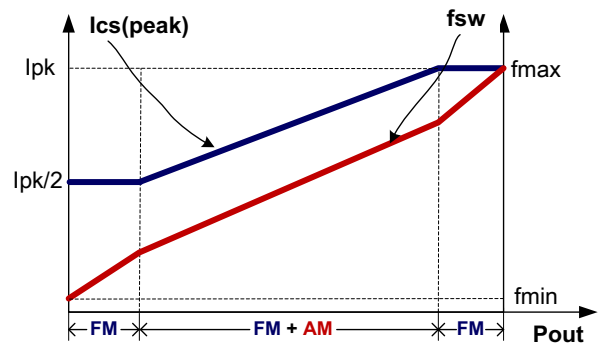

图4 工作模式与I_{PK}控制曲线
如图4所示，为了满足严苛的平均效率和待机功耗要求，M6552/3/4 采用了调幅控制 (AM) 和调频控制 (FM) 结合的多模式控制技术。